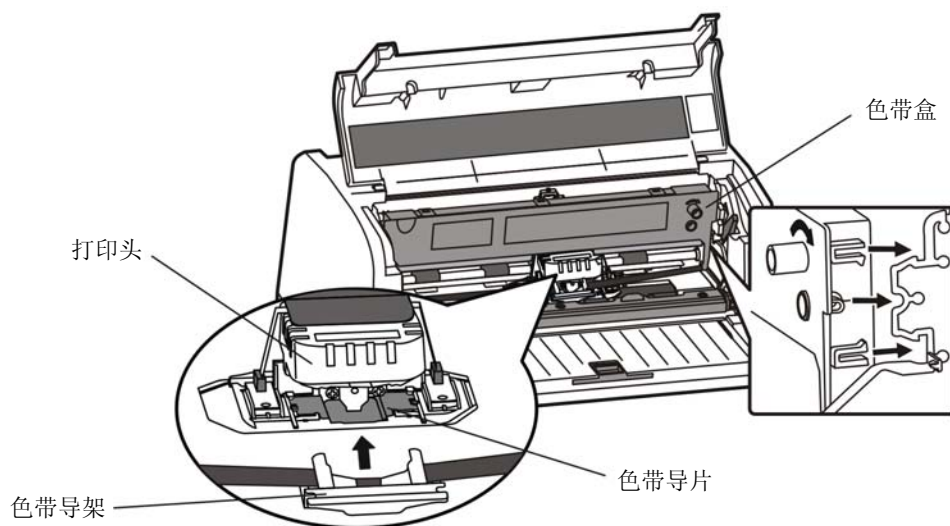

图 2-9 安装色带盒
7. 如图 2-9 所示，抓住色带盒的两边，使色带盒两边的卡扣对准打印机两侧的安装槽，稍用力向前推进，直到完全卡到位。